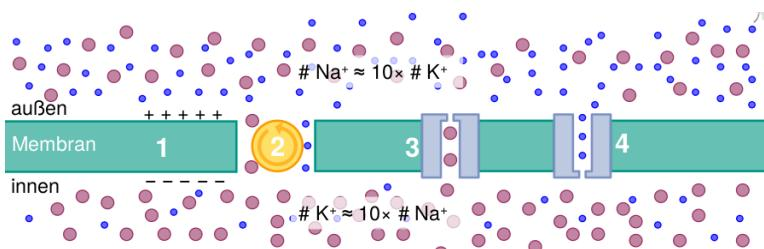

Abbildung 80: Signale auf Nervenfasern
Abbildung 80 zeigt die Zellmembran eines **Axons** (Nervenfaser). In der Fasermembran (1) befinden sich Ionenpumpen (2), welche für den aktiven Transport von Ionen entgegen ihrer elektrischen Gradienten zuständig sind. Des Weiteren enthält die Membran spezifische Ionenkanäle für Kalium ( $K^+$ )-Ionen (3) und Natrium ( $Na^+$ )-Ionen (4). Im Ruhezustand ist die Innenseite der Membran um 70mV negativer als die Außenseite. **Synapsen** sind Verbindungsstellen einer Nervenfaser (Sender) und Dendriten (Empfänger). Man unterscheidet erregende und hemmende Synapsen. Erstere depolarisieren die postsynaptische Membran (d.h. die Wahrscheinlichkeit für das Auslösen eines Aktionspotentials wird erhöht) und zweitere hyperpolarisieren sie.